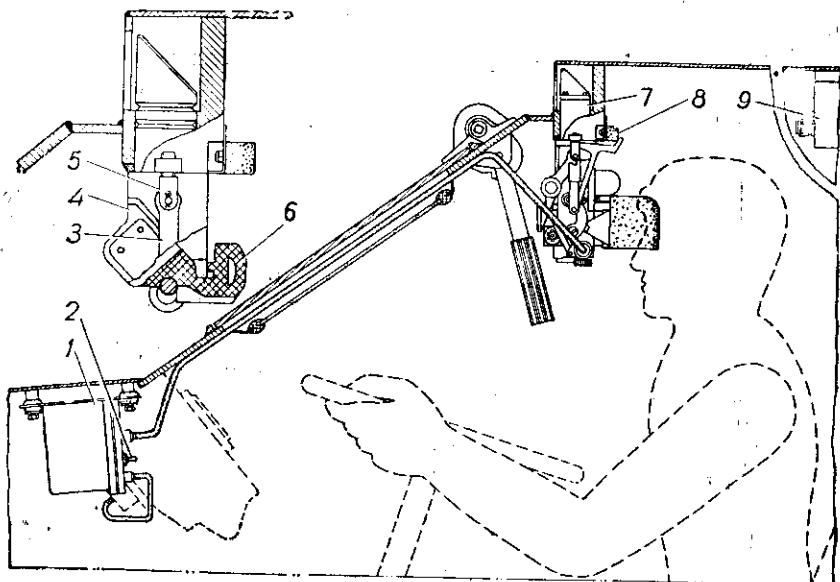

Рис. 103. Установка приборов наблюдения водителя:
Приборы ТНПО-115 отличаются от приборов ТНП-Б наличием электрообогрева, что улучшает видимость через приборы в условиях низких температур, при затоплении и заиндевении их верхних и нижних стекол. При ухудшении видимости через приборы из-за указанных выше причин включите электрообогрев. Включение обогрева производится для всех трех приборов одновременно при помощи выключателя, находящегося на регуляторе температуры РТС-27-3М, который закреплен на специальном кронштейне позади люка водителя (см. рис. 103). Кроме основного выключателя 1 (рис. 99), на регуляторе температуры есть переключатель 2, позволяющий включать обогрев выходных (нижних) стекол приборов или входных и выходных одновременно.
Перед установкой прибора ТВНО-2Б необходимо с зажима 3 (рис. 103) снять подушку 6, после чего вынуть прибор ТНПО-115 из гнезда и отсоединить блочную вилку от розетки штепсельного разъема.
- а) поставьте ручку выключателя 2 (см. рис. 103) на блоке питания в положение ВКЛ.;